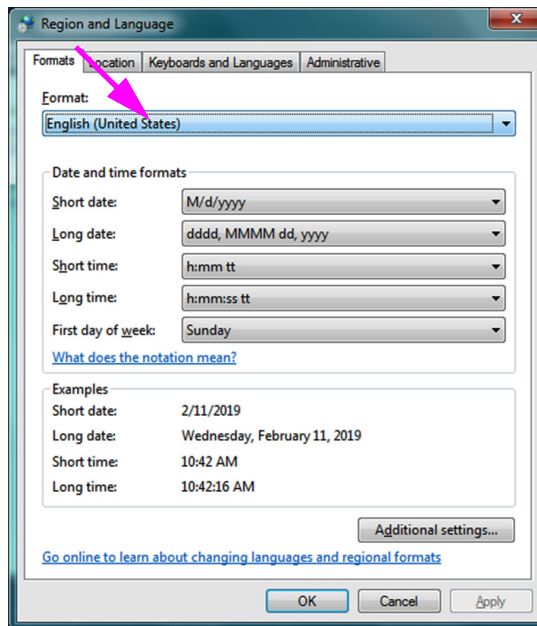
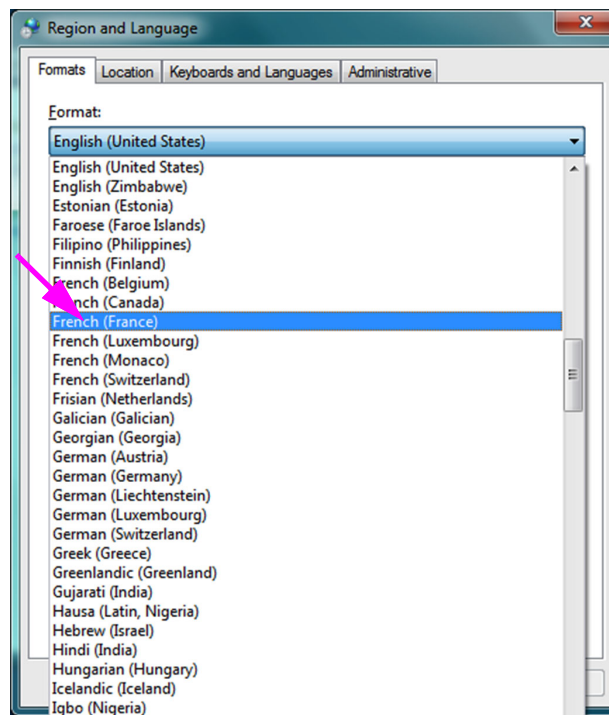

Figura C-3. Ventana Region and Language (Configuración regional y de idioma) - ficha Formats (Formatos)
Figura C-4. Pantalla - Menú desplegable Configuración regional y de idioma (Region and Language)
5. Aparece la ventana Region and Language (Configuración regional y de idioma). Consulte la Figura C-3.
6. El cuadro desplegable **Formatos (Formats)** tiene **Inglés (Estados Unidos) (English [United States])** seleccionado. Haga clic en la lista desplegable (consulte la Figura C-3 y la Figura C-4) para ver las opciones de idioma disponibles. Desplácese por la lista para localizar el idioma que desee y selecciónelo.